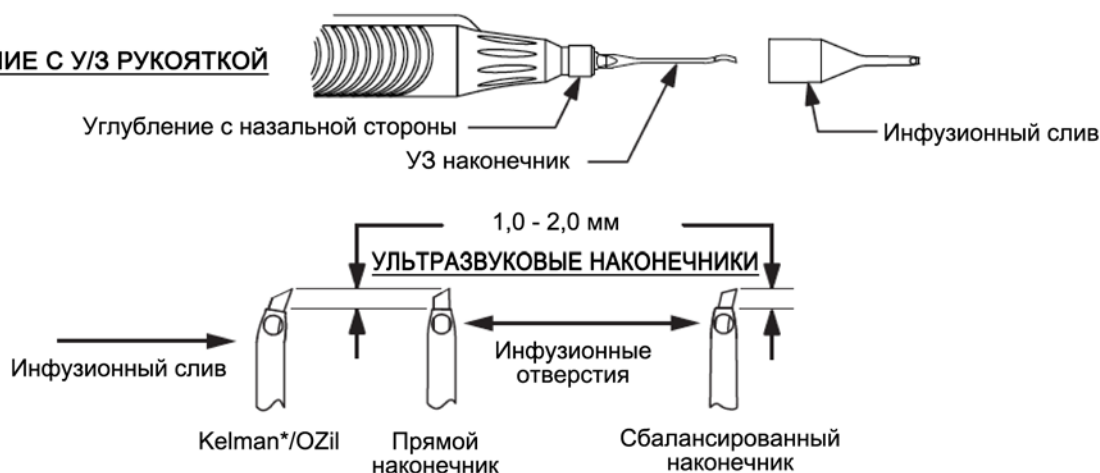

Рисунок 3-2 Подготовка ирригационного слива/ультразвукового наконечника
4. От кассеты подсоедините разъем Люэра женского типа на аспирационной линии к разъему аспирации мужского типа на рукоятке. Подсоедините разъем Люэра мужского типа на ирригационной линии к разъему ирригации женского типа на рукоятке. Для рукояток Centurion с запирающимся аспирационным портом поверните белый замок разъема по часовой стрелке до упора и закрепления разъема на рукоятке (см. рисунок 3-2).